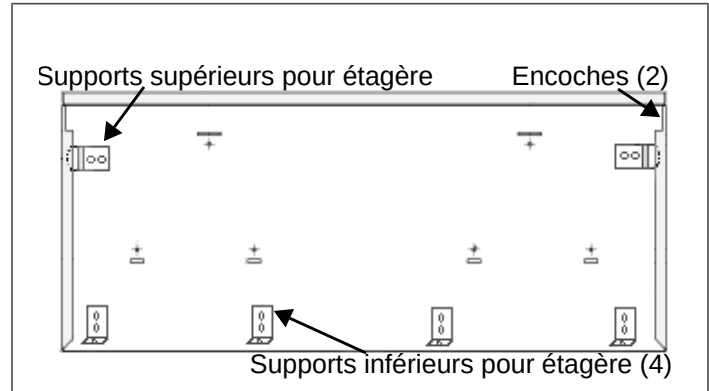

FIGURE 15: DOS DE LA PLAQUE MURALE
2. Installez les deux supports supérieurs pour étagère et les trois supports inférieurs pour étagère aux endroits indiqués sur les gabarits. Fixez-les en place à l'aide des (10) vis de 1 po (25,4 mm) fournies.
5. Installez la plaque murale en plaçant les encoches des coins (dos de la plaque murale) au sommet des deux supports supérieurs pour étagère. Faites glisser l'ensemble de l'étagère vers le haut jusqu'à ce que la partie inférieure s'enclenche dans les quatre supports inférieurs (Figure 15).